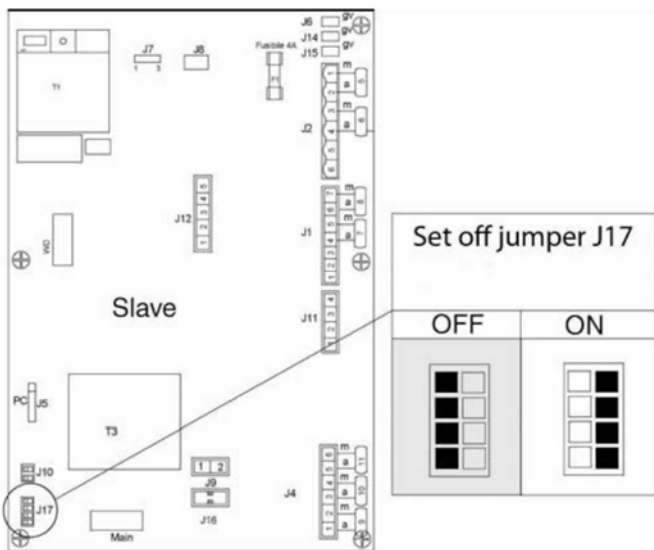

Рис. 26
- Включите все четыре выключателя J17 расположенных на подчиненных платах (Slave) каждого модуля в положение Off (Рис. 26);